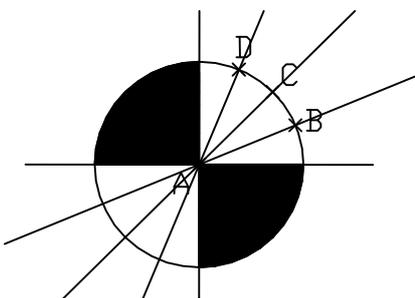

图 3-8 过指定点绘构造线
(1) 绘制通过指定点 A 的三条构造线，如图 3-8 所示。